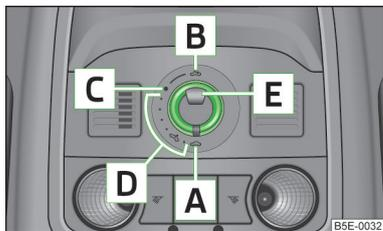

Fig. 25
- Il peut arriver que le toit ouvrant/relevable ne se fonctionne plus après un débranchement et un rebranchement de la batterie. Remplacez ensuite le sélecteur en position **A** » fig. 25 à la page 46, tirez-le et maintenez-le au niveau de l'encoche vers le bas et l'avant. Le toit ouvrant coulissant/relevable s'ouvre et se ferme au bout de 10 secondes environ. Relâcher le sélecteur seulement après.
► Faites tourner le sélecteur sur la position **C** » fig. 25.
► Faites tourner le sélecteur sur la position **A** » fig. 25.